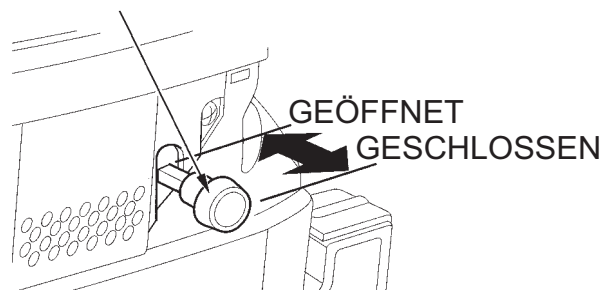

Abbildung 9. Chokeyknopf
2. Beim Anlassen eines kalten Motors den Chokeyknopf (Abbildung 9) in die **geschlossene** Stellung herausziehen. Bei warmer Witterung oder warmem Motor kann die Maschine mit halb oder vollständig **geöffnetem** Choke gestartet werden.